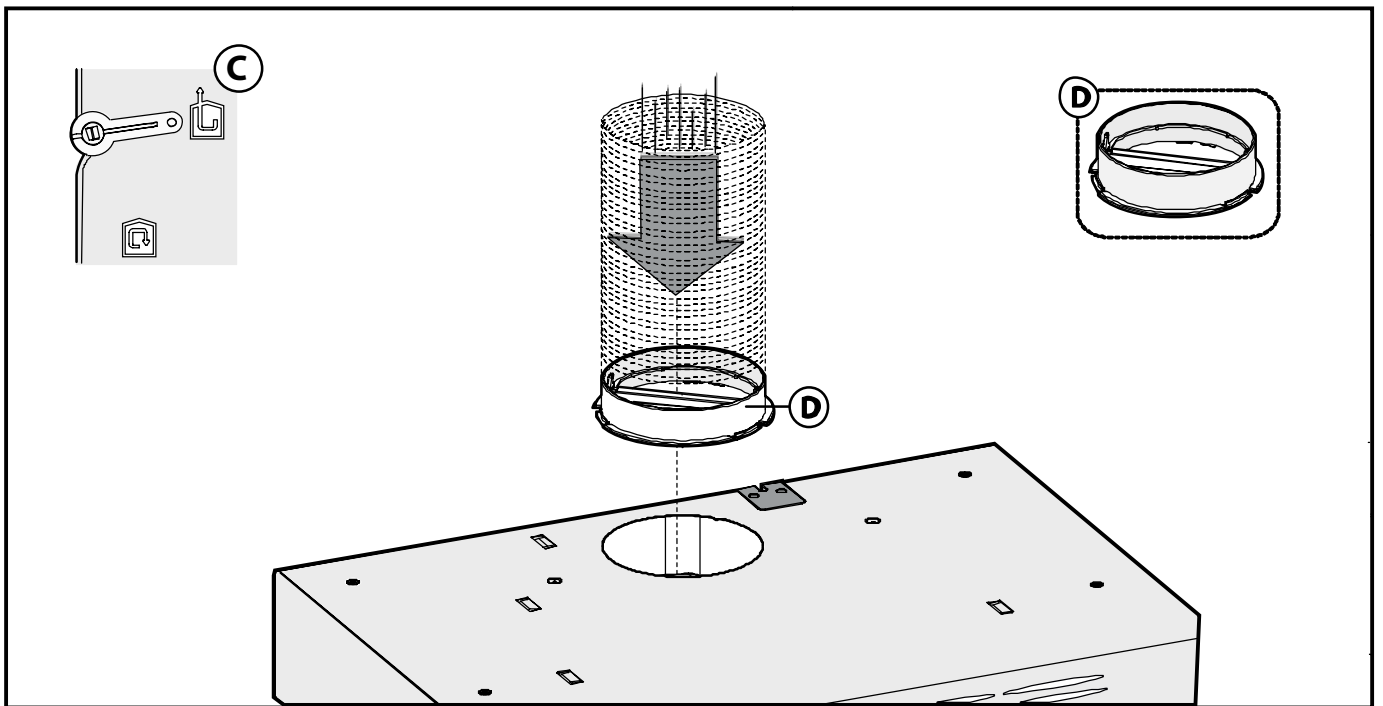

Fig.6
- S'il s'agit d'une hotte en version **évacuation extérieure** il faut placer le levier **C** comme illustré figure 6.
Avec ce genre d'installation l'appareil évacue les vapeurs à l'extérieur à travers une paroi périmétrale ou une canalisation déjà existante. Il est donc nécessaire de se procurer un tube mural télescopique, du type prévu par les normes en vigueur non inflammable de et reliez-le à la bride **D** (Fig.1B). La bride **D**, fournie avec l'appareil, doit être fixée au dessus du trou d'évacuation de l'air de la hotte, comme illustré Fig.6.